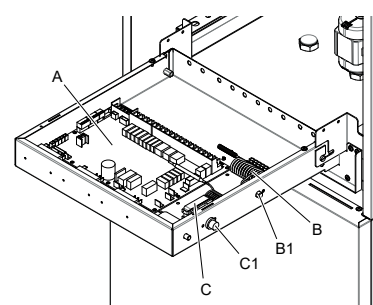

fig. 12 - vue intérieure du tableau électrique
- A** Carte hydrothermique électronique (fig. 12)
- B** Protection thermique de sécurité pour résistance électrique monophasée avec bouton de réarmement manuel (réf. B1 fig. 12)
- C** Protection thermique de sécurité pour résistance électrique triphasée avec bouton de réarmement manuel (réf. C1 fig. 12)